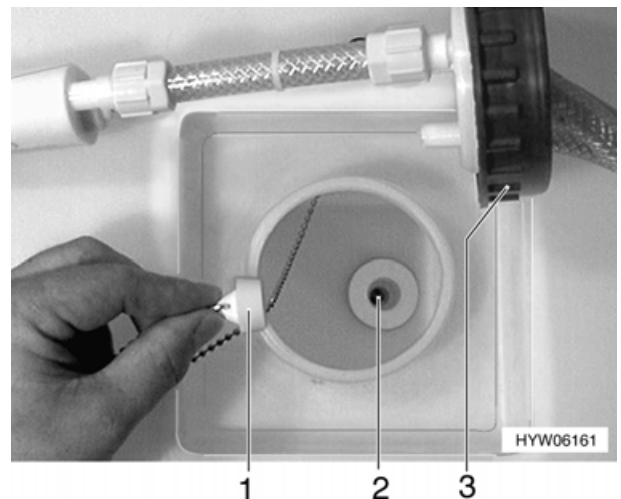

Bild 89 Wassertank, Verschluss-Stopfen
- Ablassöffnung (Bild 89,2) im Wassertank mit beiliegendem Verschluss-Stopfen (Bild 89,1) schließen.
- Verschluss-Stopfen (Bild 89,1) herausziehen.